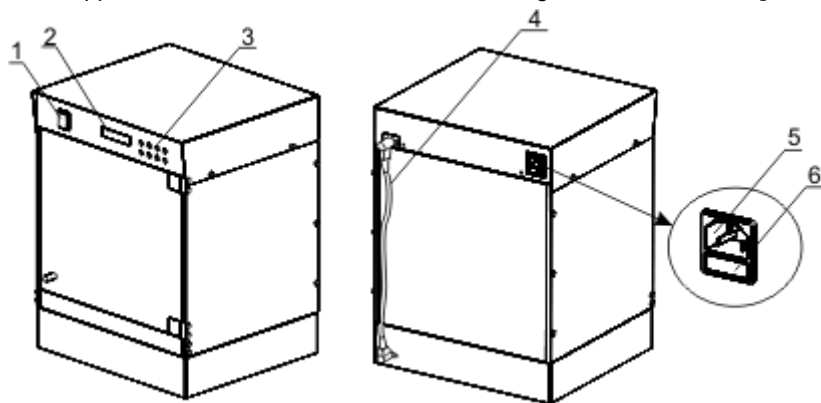

Fig.1 Composition de l'appareil
- l'interrupteur d'alimentation (fig.1/1);
- l'écran (fig.1/2);
- les boutons de commandes (fig.1/3).
- le câble de contrôle du bloc d'agitation (fig.1/4);
- la prise pour connecter le cordon d'alimentation (fig.1/5);
- le porte-fusible (fig.1/6).
- Plate-forme UP-12 ❶ sur commande
- Plate-forme PP-4 ❷ sur commande
- Plate-forme P-12/100 ❸ sur commande
- Plate-forme P-6/250 ❹ sur commande
- Plate-forme P-16/88 ❺ sur commande
- Support HB-200 ❻ sur commande
- connectez le câble de contrôle de l'agitateur (fig.1/4) dans la prise correspondante située sur la face arrière des blocs thermostaté et d'agitation;
- Branchez le câble d'alimentation dans la prise située sur la face arrière de l'appareil (fig.1/5) et placez l'appareil de manière à pouvoir accéder facilement à l'interrupteur d'alimentation et au connecteur.
Déconnectez l'appareil du secteur. Déconnectez le cordon d'alimentation de la prise située sur la face arrière de l'agitateur-incubateur. Ouvrez le porte-fusible (fig.1/6). Remplacez par le fusible adéquat (pour 230V, - T1 A, pour 120V - T2 A).